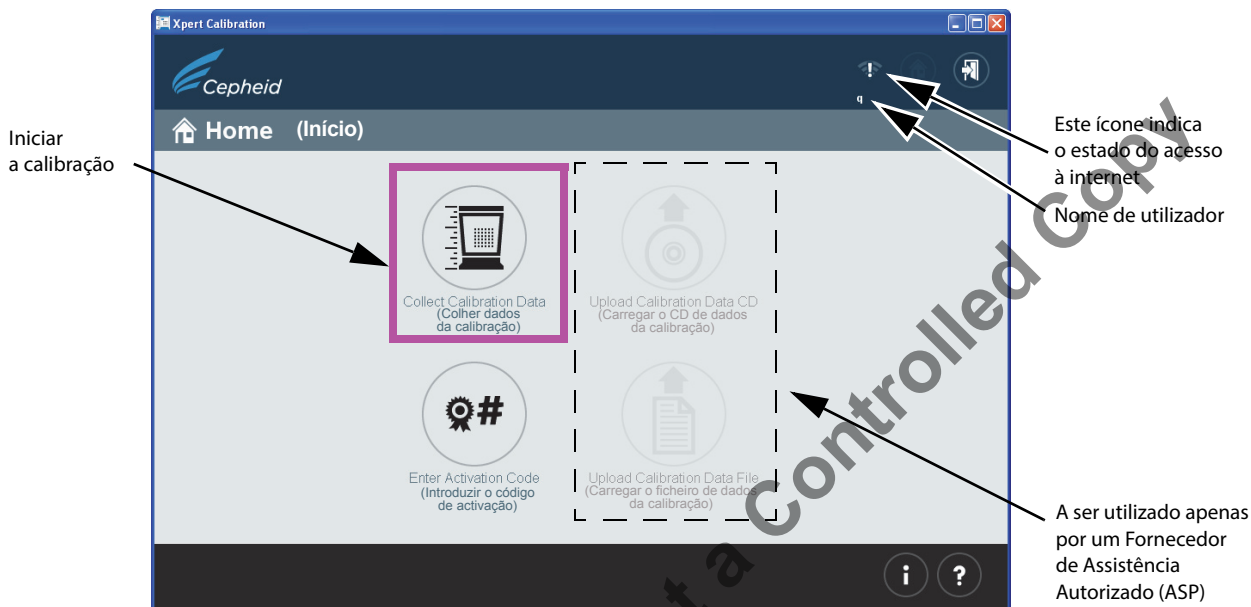
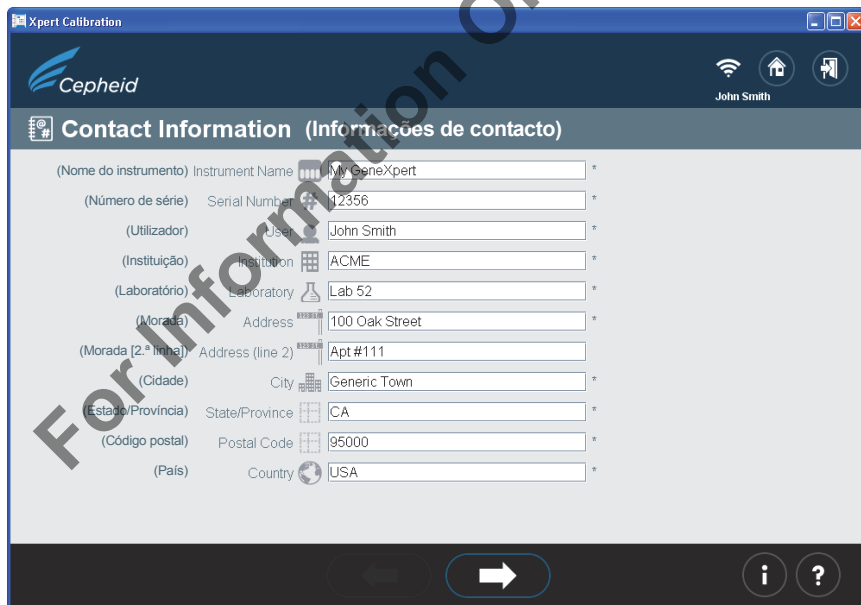
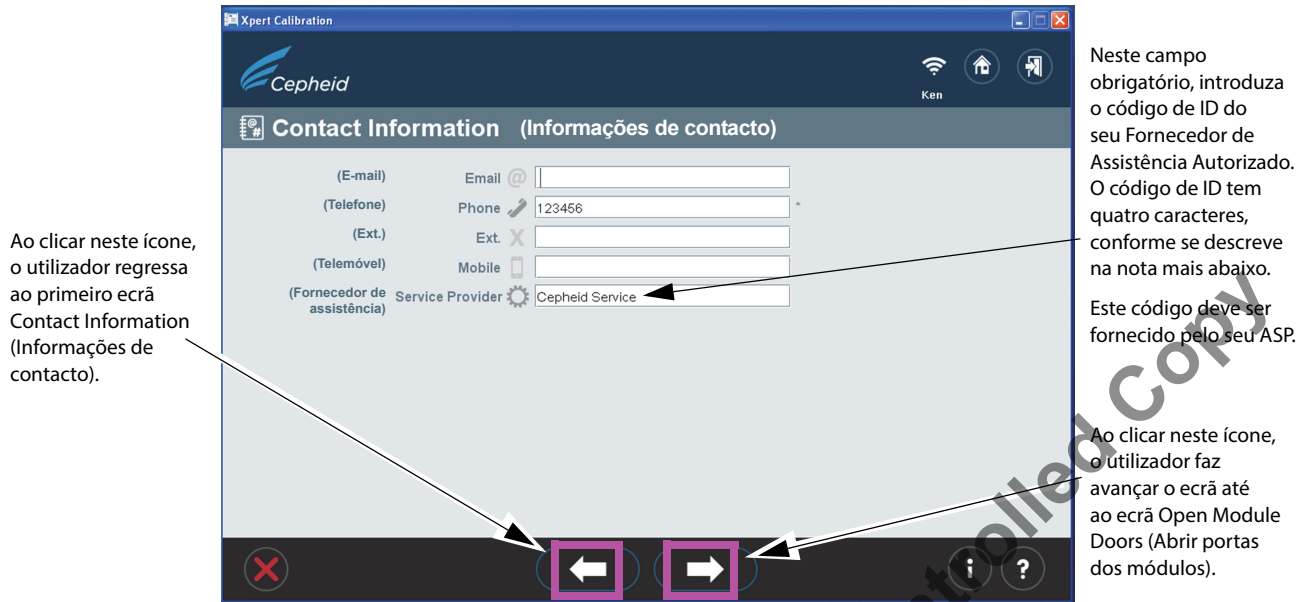

Figura 4. Ecrã Home (Início)
Figura 5. Ecrã Contact Information (Informações de contacto) — página 1
Figura 6. Ecrã Contact Information (Informações de contacto) — página 2
7. Clique no ícone **Collect Calibration Data (Recolher dados da calibração)** no ecrã **Home (Início)** (ver Figura 4). Decorridos alguns segundos, aparece o primeiro ecrã **Contact Information (Informações de contacto)** (Figura 5).
8. Quando os primeiros dois ecrãs **Contact Information (Informações de contacto)** aparecem (ver Figura 5 e Figura 6), preencha os campos em ambos os ecrãs. Utilize as setas de navegação grandes, na parte inferior dos ecrãs, para se deslocar entre os dois ecrãs. Tenha atenção aos campos assinalados com “*”, pois são campos obrigatórios.